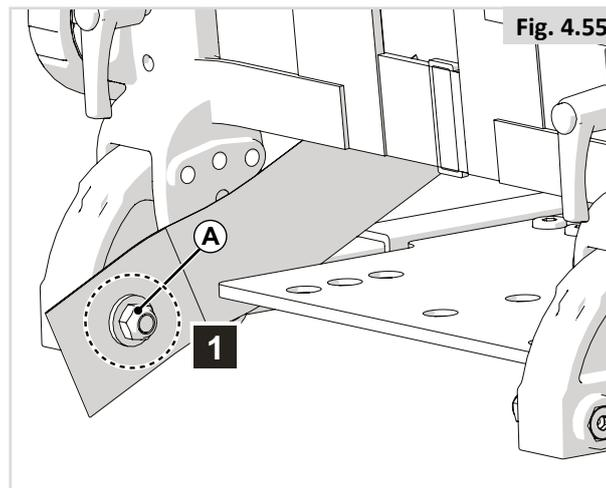

Fig. 4.55
1. Prenda (A) à estrutura do assento com um parafuso à esquerda e à direita. (Fig. 4.55)